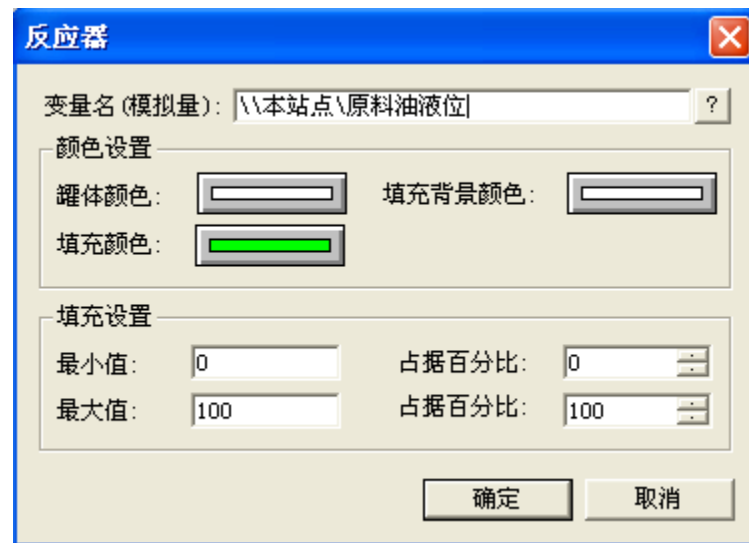

图3-1 原料油罐动画连接对话框
(1) 在画面上双击“原料油罐”图形，弹出该对象的动画连接对话框，如图3-1所示。